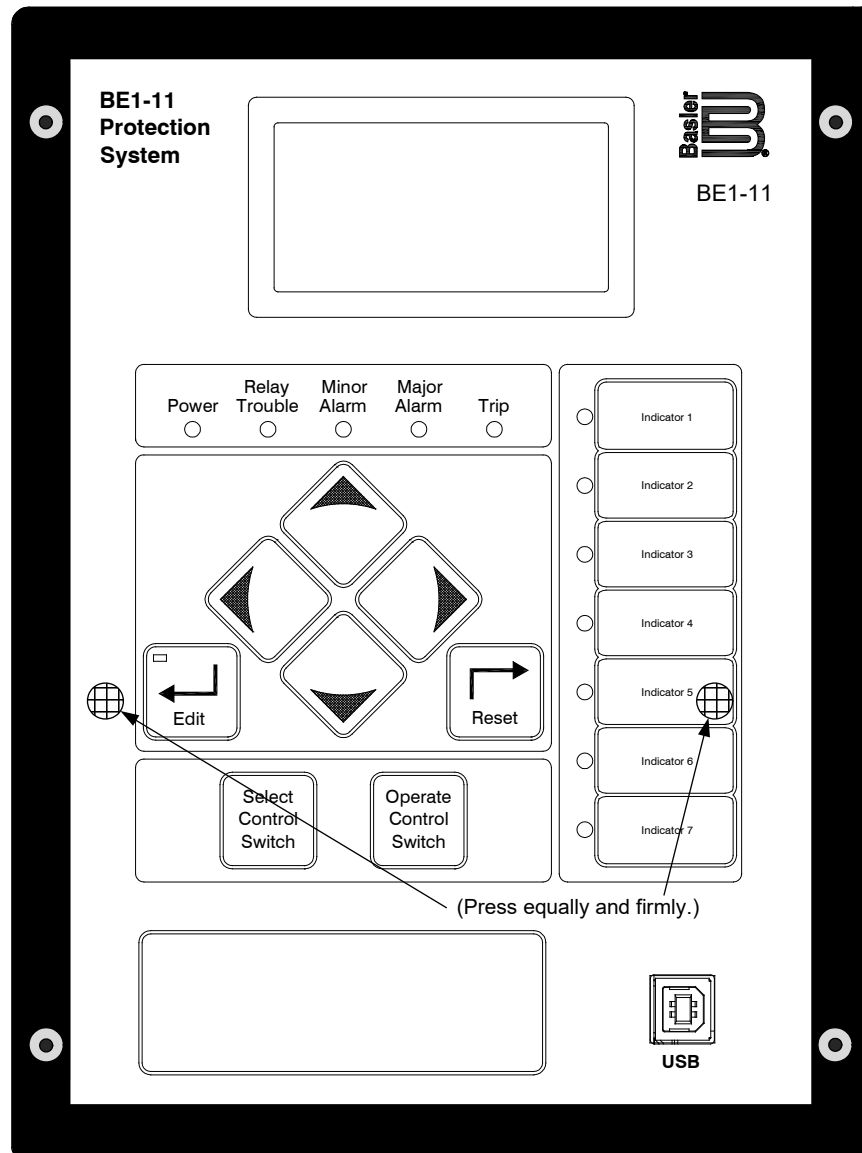

Figure 57-4. Remise en place du cache avant
Étape 5 : Remplacez le cache avant en appuyant fermement d'une manière égale sur les deux côtés comme indiqué dans la Figure 57-4. À l'aide d'un tournevis hexagonal 7/64", serrez les vis du cache avant à 1,12 N•m.